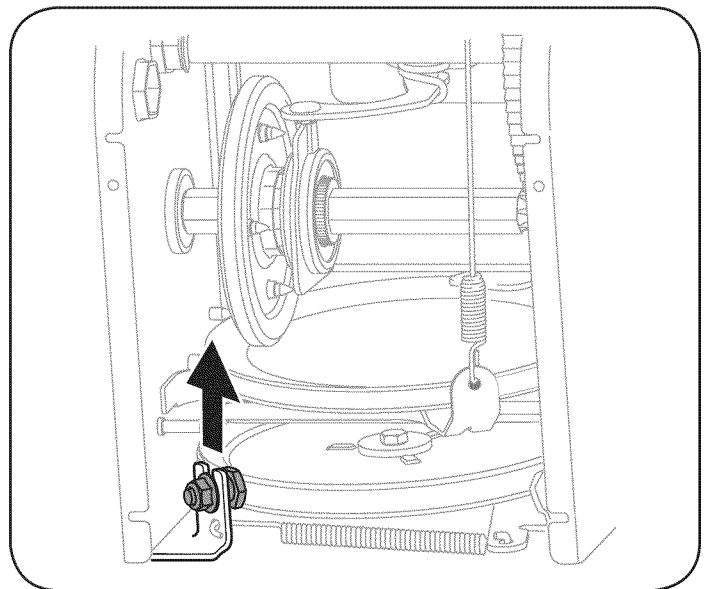

Figura 29
6. Afloje y retire el tornillo con reborde que actúa como guarda de la correa. Vea la Figura 29.